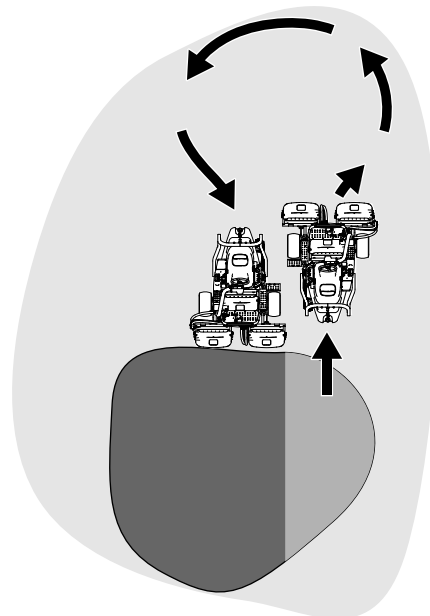

Bild 25
- Verkürzen Sie die Betriebszeit und vereinfachen Sie das Ausrichten für den nächsten Durchgang, indem Sie die Maschine vorübergehend in die entgegengesetzte Richtung und dann in die Richtung des ungemähten Teils drehen. Führen Sie eine tränenförmige Wende durch (**Bild 25**), um die Maschine schnell für den nächsten Durchgang auszurichten.